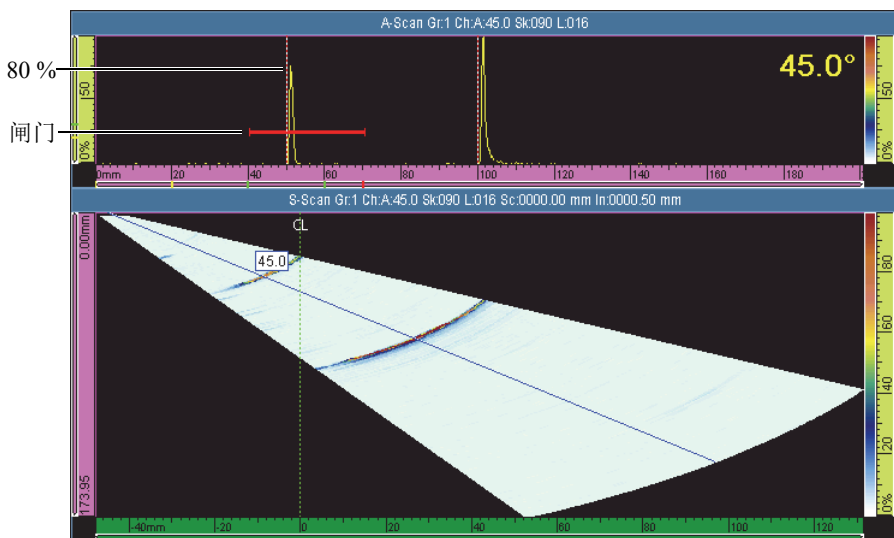

图 5-3 扇形扫查中反射体信号的示例
- b) 设置**增益**, 使第一个信号的波幅达到 A 扫描满屏高的大约 80 % 处 (参见第 103 页的图 5-3)。
- c) 设置**起始与范围**参数, 以使 A 扫描中出现来自两个反射体的两个信号 (参见第 103 页的图 5-3 中的示例)。
- a) 在起始和宽度参数中，输入闸门 A 的起点和宽度，使第一个信号穿过闸门的正中，并且闸门具有容纳整个信号的宽度（参见第 103 页的图 5-3）。